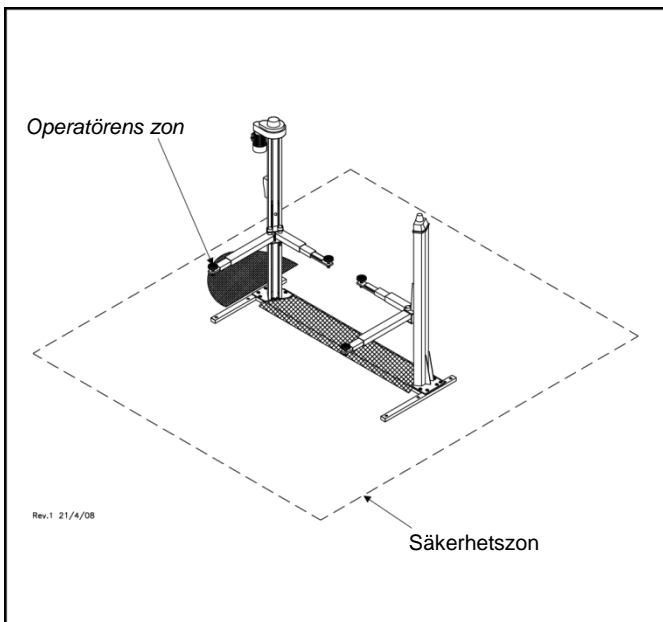

Fig. 13
Under lyft- och nedsänkingsrörelser måste operatören stå kvar vid manöverstationen, såsom visas i Fig. 13.
- ta hänsyn till säkerhetszonen vid lyftning (se Fig. 13)